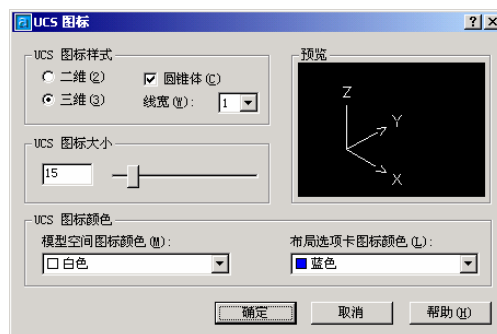

图 1-20 设置 UCS 图标
- (1) 选择“开 (ON)”命令选项，UCS 图标将显示在屏幕上。
- (2) 选择“关 (OFF)”命令选项，UCS 图标将不显示在屏幕上。
- (3) 选择“全部 (A)”命令选项，可以将对图标的修改应用到所有活动视口。否则，UCSICON 命令只影响当前视口。
- (4) 选择“非原点 (N)”命令选项，此时不管 UCS 原点位于何处，都始终在视口的左下角处显示 UCS 图标。
- (5) 选择“原点 (OR)”命令选项，UCS 图标将在当前坐标系的原点处显示。如果原点不在屏幕上，UCS 图标将显示在视口的左下角处。
- (6) 选择“特性 (P)”命令选项，在弹出的“UCS 图标”对话框中，可以设置 UCS 图标的样式、大小和颜色等特性，如图 1-20 所示。